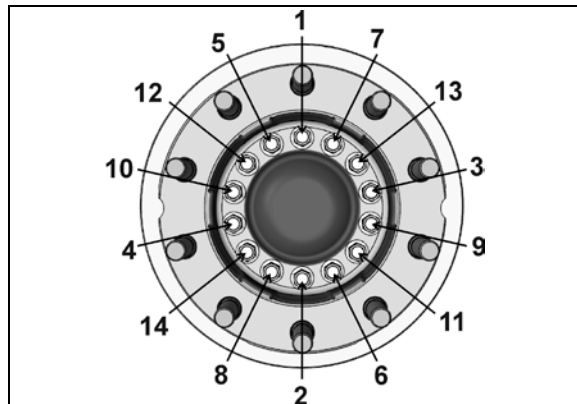

FIGURE 16 : VIS D'ASSEMBLAGE TÊTE HEXAGONALE DE FLASQUE DU MOYEU
11. Assujettir le flasque du moyeu et le disque sur le roulement du moyeu unifié en utilisant 14 vis d'assemblage neuves (à usage unique uniquement). Serrer à 161-197 lb-pi (se reporter à FIGURE 16 la séquence de serrage).